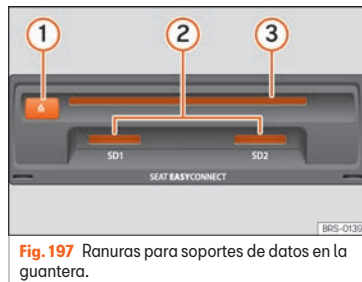

Fig. 197 Ranuras para soportes de datos en la guantera.
- Inserte un CD en la ranura » fig. 197 ③ hasta que el equipo lo introduzca automáticamente.
Introducir la tarjeta de memoria compatible con la esquina recortada primero y con la rotulación hacia arriba (contactos hacia abajo), en la ranura » fig. 197 ②, hasta que encastre.